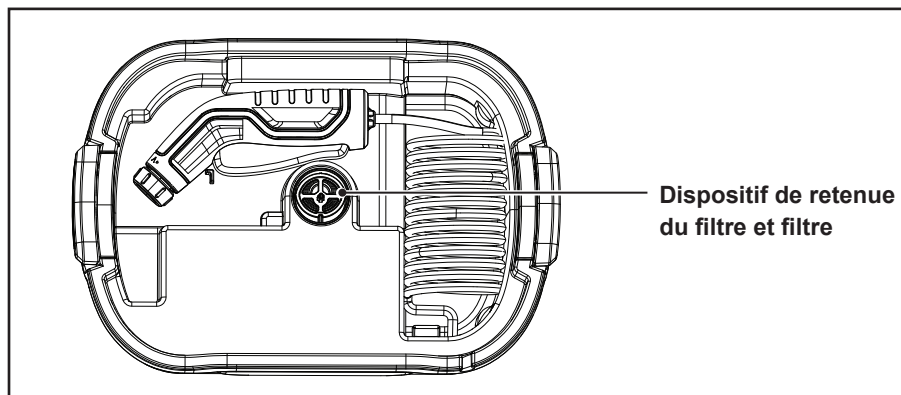

Fig. 3
1. Retirer avec précaution le dispositif de retenue du filtre et le filtre du raccord d'aspiration (Fig. 3).